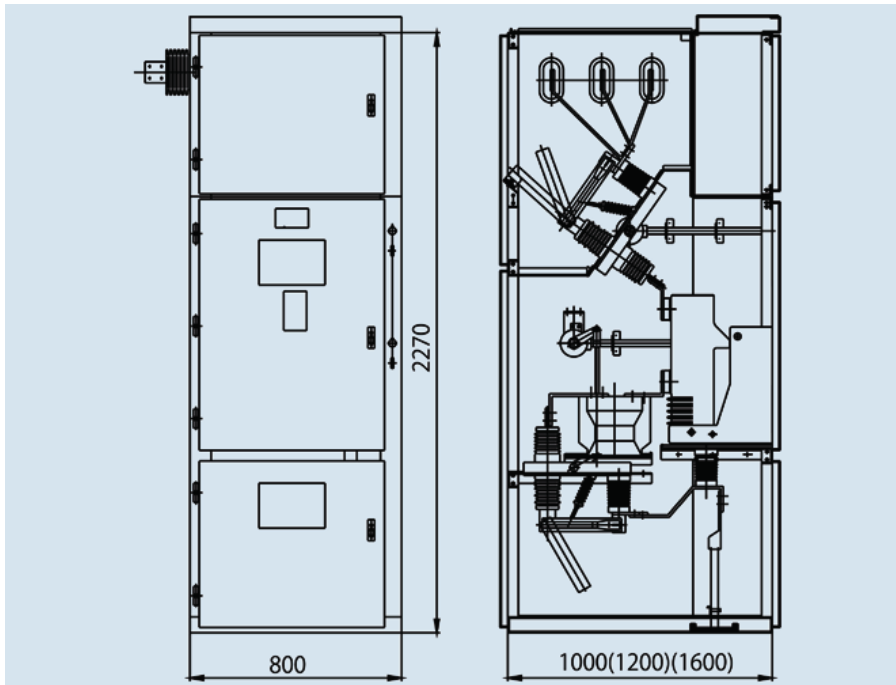
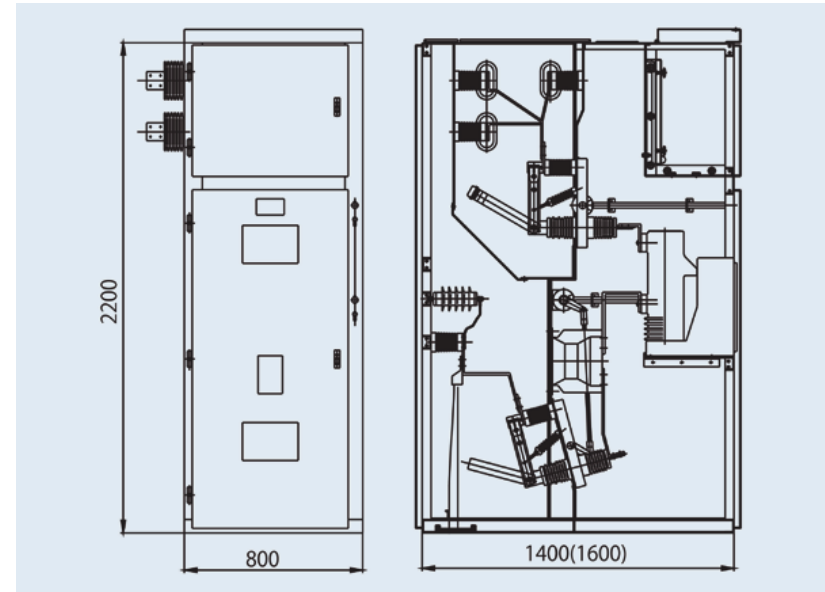

Рис. 6.1 Внешний вид и конструкция
Рис. 6.2 Внешний вид и конструкция
6.1 Внешний вид и конструкция (см. рис. 6.1, рис. 6.2).